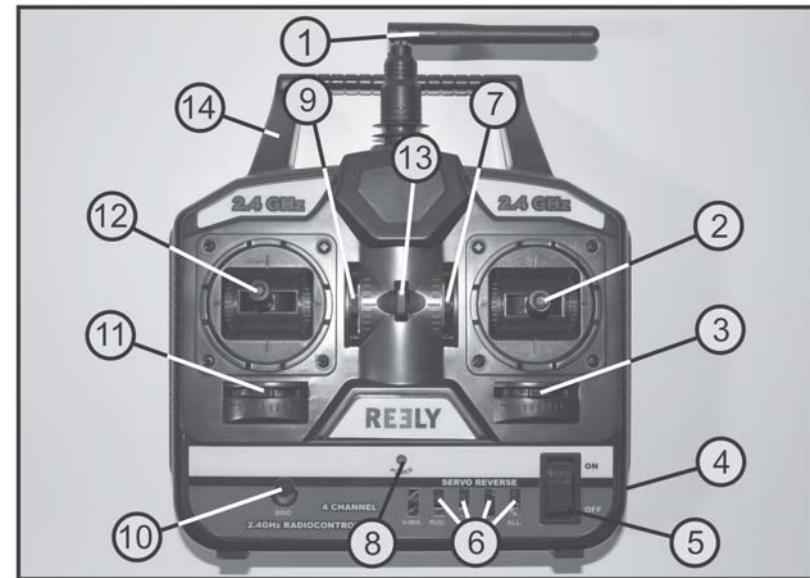

Bild 1
- Druk op de Bind-toets (zie ook afbeelding 1, pos. 10) en schakel de afstandsbediening in terwijl u de Bind-toets ingedrukt houdt.
Beim Betrieb mit Akkus können Sie bei ausgeschaltetem Sender an der Ladebuchse (siehe Bild 1, Pos.4) ein Ladekabel anschließen und die Akkus mit einem geeigneten Ladegerät (nicht im Lieferumfang) direkt im Sender laden.
Hiervoor bevinden zich op de voorzijde van de zender vier reverse-schakelaars (zie afb. 1, pos. 6). De schakelaars hebben de volgende functies:
Wenn die Akkus geladen sind bzw. neue Batterien eingelegt sind, schalten Sie zu Testzwecken den Sender mit Hilfe des Funktionsschalters (siehe Bild 1, Pos. 5) ein. Die grüne LED-Anzeige (siehe Bild 1, Pos. 8) signalisiert Ihnen die ausreichende Stromversorgung des Senders.